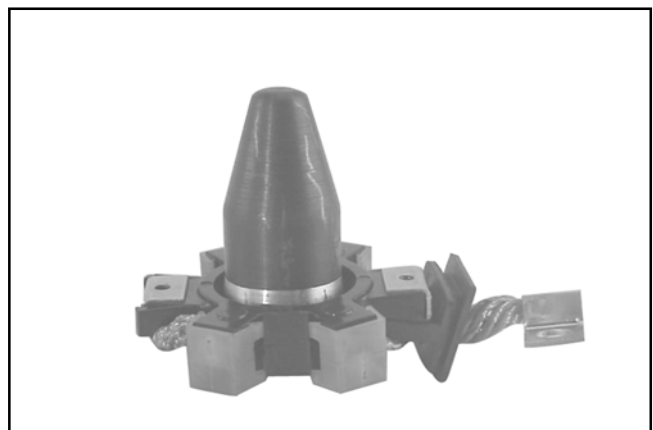

Figura 8-65. Attrezzo per l'installazione delle spazzole con prolunga.
- c. Installare le molle delle spazzole ed agganciare i quattro cappucci dei fermi. Vedere Figura 8-65.